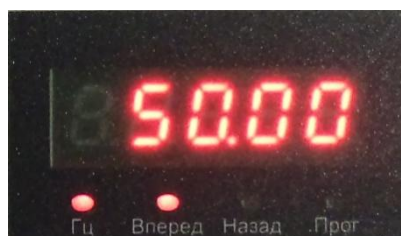

Рис.4.7
4.13.2. Подать напряжение питания на преобразователь частоты. На дисплее должна появиться индикация (рис. 4.7):
- мигает индикатор «Вперед» и значение заданной частоты (числовое значение может не совпадать с рис. 4.7);